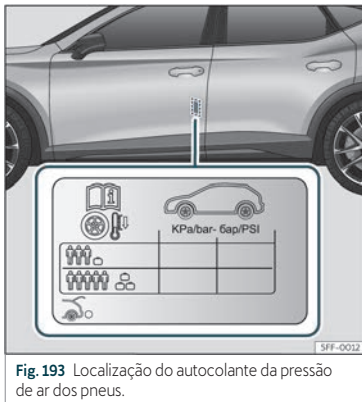

Fig. 193 Localização do autocolante da pressão de ar dos pneus.
- Adapte a pressão dos pneus à carga transportada pelo veículo»» **Fig. 193**.
Os valores da pressão de enchimento indicam-se na etiqueta autocolante situada na zona posterior da moldura da porta dianteira esquerda»» **Fig. 193**.
A pressão dos pneus tem de ser ajustada à carga momentânea do veículo. Se pretender utilizar o veículo com a carga máxima, terá de aumentar a pressão dos pneus para o valor máximo indicado na etiqueta»» **Fig. 193**.
pressão segundo indicado na etiqueta de pressão dos pneus»» **Fig. 193**.
- O condutor é responsável por garantir que todos os pneus do veículo estejam cheios com a pressão correta. A pressão de ar recomendada está indicada num auto-colante»»» Fig. 193.
- Com os pneus a frio, deve manter-se sempre a pressão indicada no autocolante »»» Fig. 193.